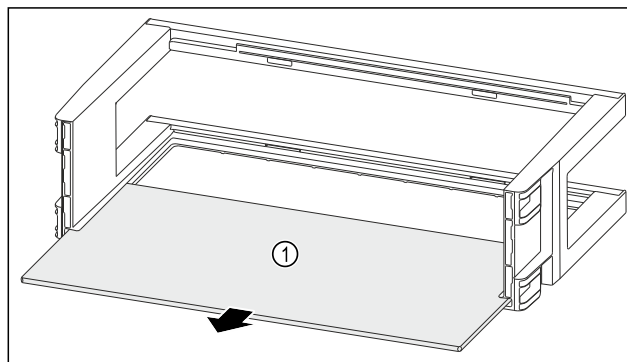

Fig. 91
- Odstranite polico za odlaganje Fig. 91 (1).